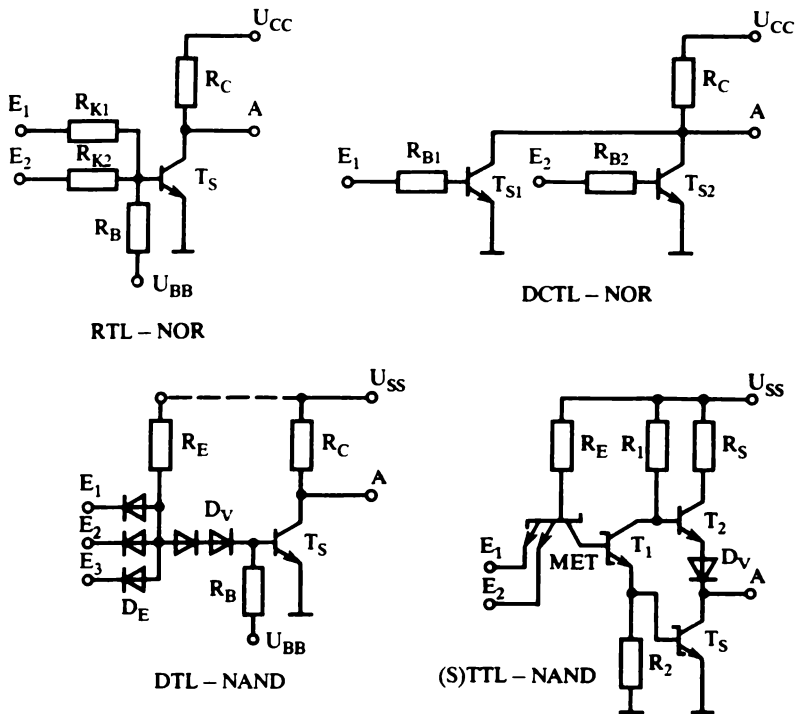

Abb. 9. Typische Aufbauschemata (Logikfamilien) von $\ddot{U}L$ – Bipolar-schaltungen (SSI – MSI)
3. Что изображено на рис. 9?
1. Bipolare digitale Schaltungen werden in Übersteuerungslogik (ÜL) und in emitter-gekoppelte Logik (ECL) realisiert. Abb. 9 zeigt die Schaltungen von Übersteuerungslogik-Grundelementen (ÜL-GE) für einen niedrigeren und mittleren Integrationsgrad IS (SSI/MSI-IS). In dieser Abbildung erkennt man verschiedene charakteristische Realisierungen. Sie verwenden alle im Prinzip die gleiche Übersteuerungslogik-Schaltstufe (ÜL-SS). Unter Umständen kann darin R_C entfallen (offen-Kollektorstufe), wenn die folgende Anpaßstufe (AS) die R_C -Funktion mit übernehmen kann. Die in der (S)TTL-Schaltung gezeigte Schaltstufe (SS) arbeitet mit einem aktiven (geschalteten) Arbeitswiderstand des Transistorschalters T_S , bestehend aus einem Strombegrenzungswiderstand R_S , dem Arbeits transistor und einer Verschiebediode. Die AS ist für diese Doppelansteuerung der Schaltstufe mit einer Phasenaufspaltstufe ausgerüstet.